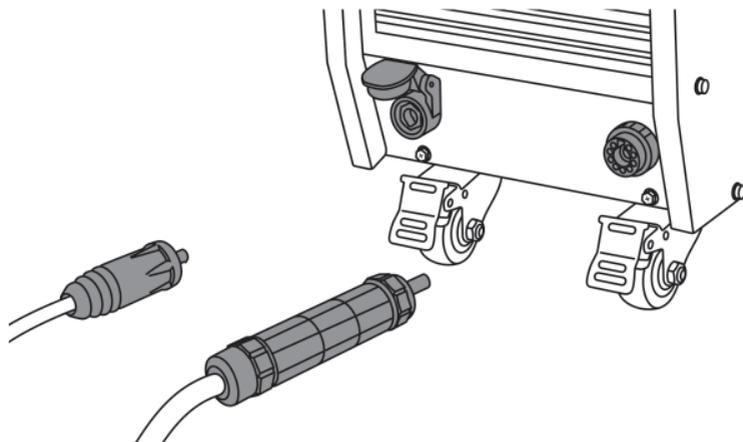

Рис. 8.0.2. Подключение центрального адаптера и клеммы заземления.
3. Подключите силовой вход плазматрона к разъёму аппарата на передней панели, убедитесь в плотной фиксации соединения (см. рис. 8.0.2).